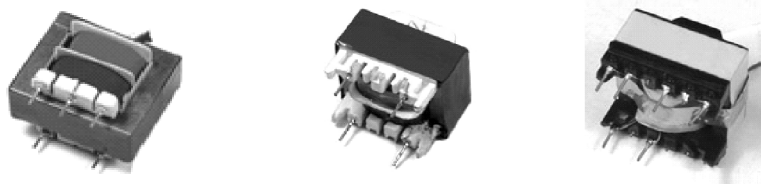

图 1-100 高频变压器
3) 高频变压器一般又分为耦合线圈和调谐线圈。调谐线圈与电容可组成串、并联谐振回路, 用来选频等。天线线圈、振荡线圈都是高频线圈, 如图 1-100 所示。